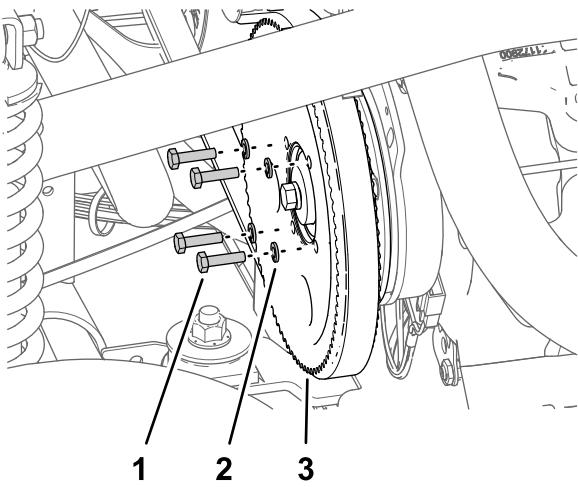

图181
3. 拆下将皮带轮固定到打药机泵上的 4 个螺栓 $\frac{1}{4} \times 1$ 英寸和 4 个锁定垫圈 $\frac{1}{4}$ 英寸 图181。